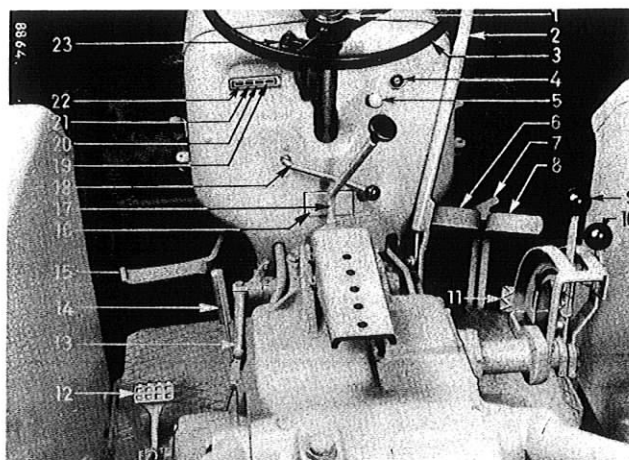

Bild 8
Handgashebel (18), Bild 8, nach oben auf Vollgas stellen. Schaltkastenschlüssel in den Schaltkasten (4) drücken. Dabei muß die rote Kontrollampe (19) und grüne Kontrollampe (20) aufleuchten.
Die rote Ladekontrollampe (19), Bild 8, muß bei steigender Motordrehzahl verlöschen, die Batterie wird dann durch die Lichtmaschine geladen.
Sobald der Motor angesprungen ist und volle Drehzahl erreicht hat, muß die grüne Öldruckkontrollampe (20), Bild 8, verlöschen.
Das Gaspedal rechts unten auf der Plattform (11), Bild 8, dient zur Regulierung der Motordrehzahl.
Die Zapfwelle wird durch Betätigung des Zapfwellschalthebels nach hinten ein- und nach vorn ausgeschaltet, siehe (14), Bild 8. Zuvor aber muß die Schlepperkupplung ausgekuppelt sein. Soll die Zapfwelle bei fahrendem Schlepper arbeiten, muß auch zugleich der entsprechende Gang geschaltet werden. Um mit der Zapfwelle bei stehendem Schlepper zu arbeiten, muß der Getriebeschalthebel in Neutralstellung stehen.